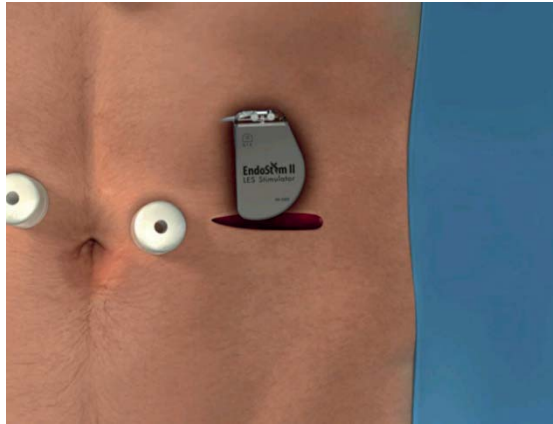
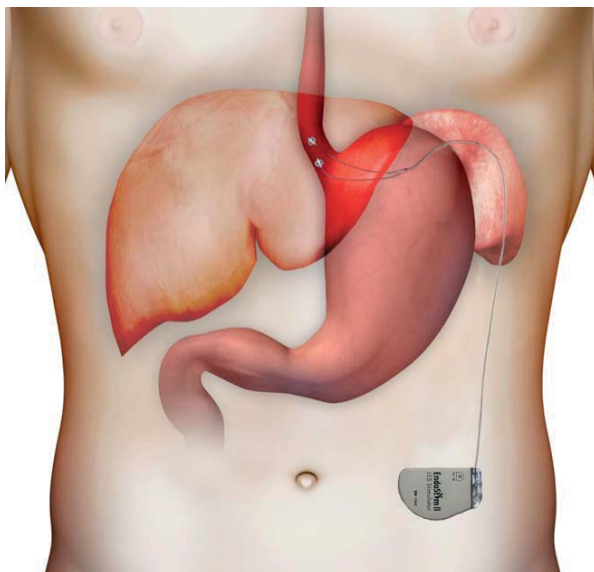

Figure 13 Insertion du GII dans la poche
Figure 14 Conduite de la dérivation et position finale du GI
1. Placez le GII dans la poche sous-cutanée (Figure 13). Veillez à ce que le logo EndoStim soit tourné vers le haut. Une fois le GII partiellement inséré dans la poche, réalisez une délicate manœuvre rotative dans le sens des aiguilles d'une montre afin de la mener à sa position horizontale finale (Figure 14).
2. Veillez à ce que la courbure de la dérivation ne soit jamais trop aiguë. Ceci devrait réduire le risque de nœuds et de défaillance prématurée (Figure 14).